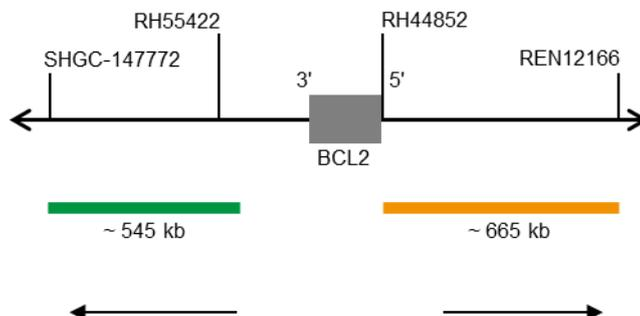

Abb. 1: BCL2 Sondenlokalisierung (nicht maßstabsgetreu)
- ZyGreen (Anregung 503 nm/Emission 528 nm) markierten Polynukleotiden (~6,0 ng/ μ l), die gegen Sequenzen in 18q21.33* (chr18:60,046,152-60,589,273) gerichtet sind, welche proximal zur BCL2-Bruchpunktregion lokalisiert sind (siehe Abb. 1).
- ZyOrange (Anregung 547 nm/Emission 572 nm) markierten Polynukleotiden (~2,5 ng/ μ l), die gegen Sequenzen in 18q21.33-q22.1* (chr18:60,994,528-61,658,503) gerichtet sind, welche distal zur BCL2-Bruchpunktregion lokalisiert sind (siehe Abb. 1).